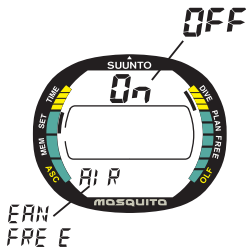

Fig. 4.8. Réglage du Mode Air/
2. Attendez 2 secondes que le Mode Réglage Plongée s'active automatiquement. L'interrupteur ON/OFF clignote et le type de plongée (AIR, EAN OU FREE) est affiché (Fig. 4.8.).